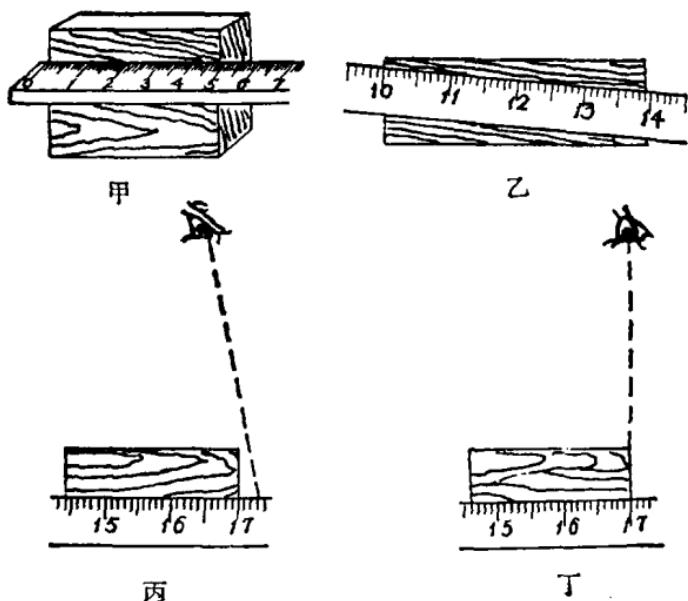

图 1—2
1. 用外卡钳测量圆筒的外径，测量时注意使卡钳的脚尖紧贴筒壁，如图 1—1 甲所示。